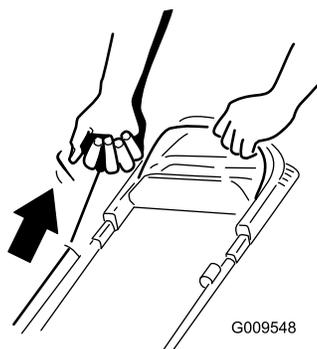

**Figure 13**
2. Appuyez sur le bouton de démarrage électrique (modèle à démarreur électrique uniquement; voir Figure 13) ou tirez la poignée du lanceur (Figure 14).
**Remarque:** Si le bouton de démarrage électrique a été retiré, insérez-le dans le démarreur électrique; voir Figure 13 (modèle à démarreur électrique uniquement).